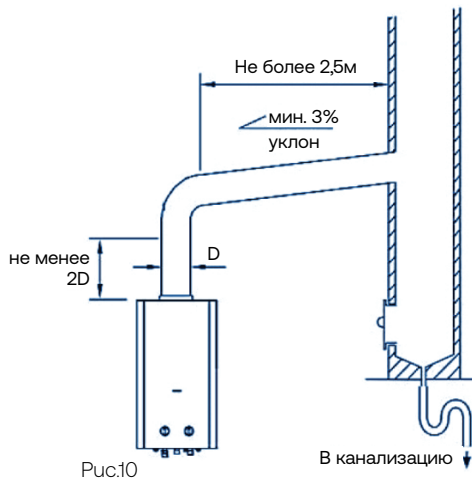

Рис.10
- При работе водонагревателя с мощностью менее номинальной возможны выпадения конденсата внутри дымохода. Поэтому рекомендуется подключать водонагреватель к дымоходу, выполненному из влагостойкого материала, способного без вредных последствий выдерживать воздействие образующегося конденсата. Желательно также предусмотреть слив образующегося конденсата из нижней части дымовой трубы в канализацию. (см. рис.10);